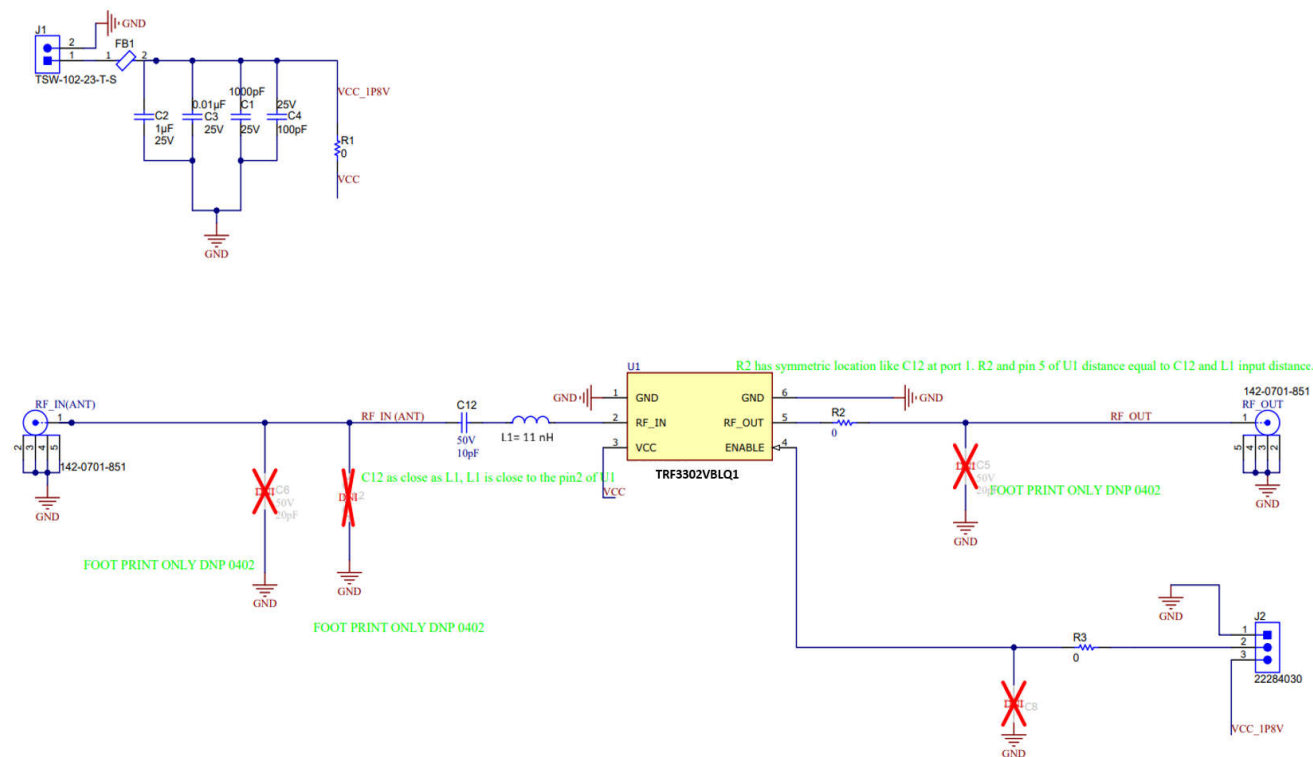

図 3-2. L2 / L5 バンドの TRF3302Q1EVM 回路図
3. 評価基板キットには、L1 の代わりに 3 つの L1 = 11nH インダクタが付属しており、これらを使用して TRF3302-Q1 を最適化し、図 3-2 に示すように 1165MHz ~ 1320MHz (L2 / L5 バンド) をサポートします。